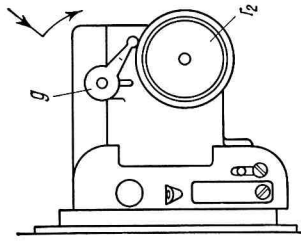

Bild 27
3. Hebel g (Bild 27) in axialer Richtung herausziehen und bis zum Anliegen auf dem Objektivstellknopf r_2 drehen.
Der Einbau erfolgt in umgekehrter Reihenfolge. Dabei ist zu beachten, daß der Hebel g, wie in Bild 27 dargestellt, steht. Die Führungsleisten d_1 und d_2 (Bild 22) müssen in die Nuten a_1 und a_2 eingreifen, während der Objektivträger ohne Verkanten mit beiden Händen in die Führung am Projektor gedrückt und in Richtung Bildfenster bewegt wird.